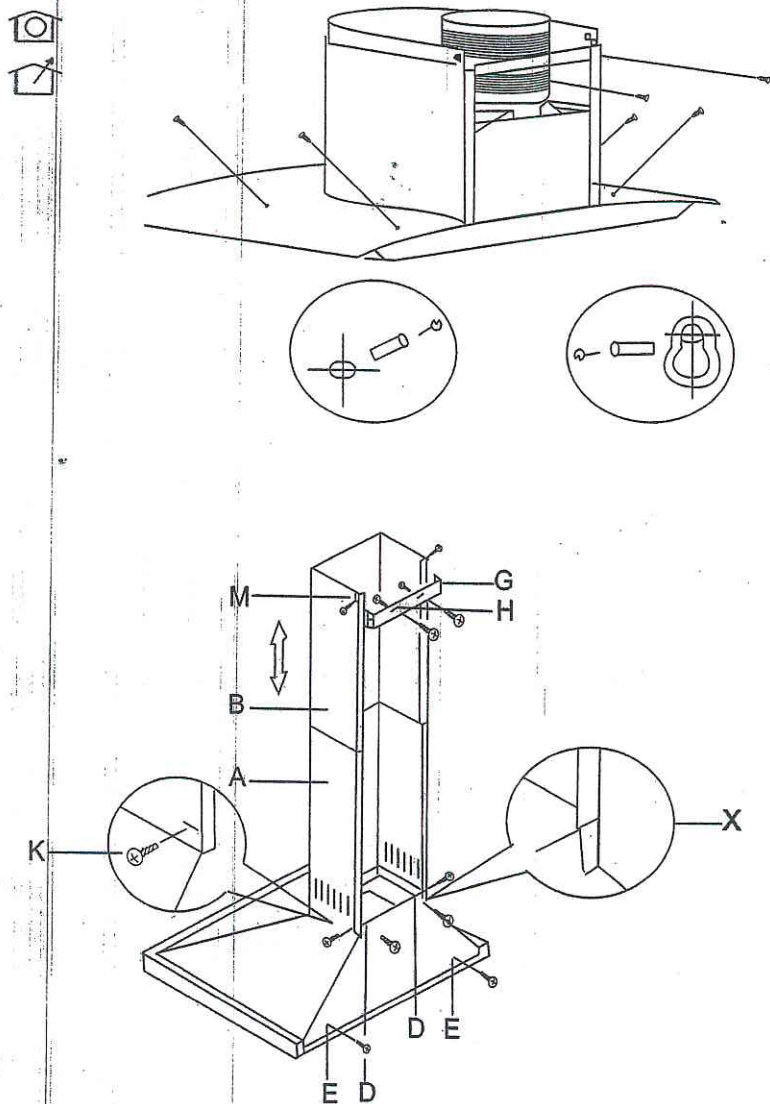

Fig. 2 - Vue arrière de la hotte aux vapeurs
2. Placez la hotte contre le mur et marquez la position des trous qu'il faut percer selon la figure ci-dessous. Ces trous auxiliaires sont présentés dans la Fig. 2 à la page suivante et marqués „D” ensemble avec les trous d'ancrage
„E” (voir Fig. 2). Si la hotte est munie de l'œillet de suspension, celui-ci peut vous servir de jalon pour le marquage des trous que vous percerez.